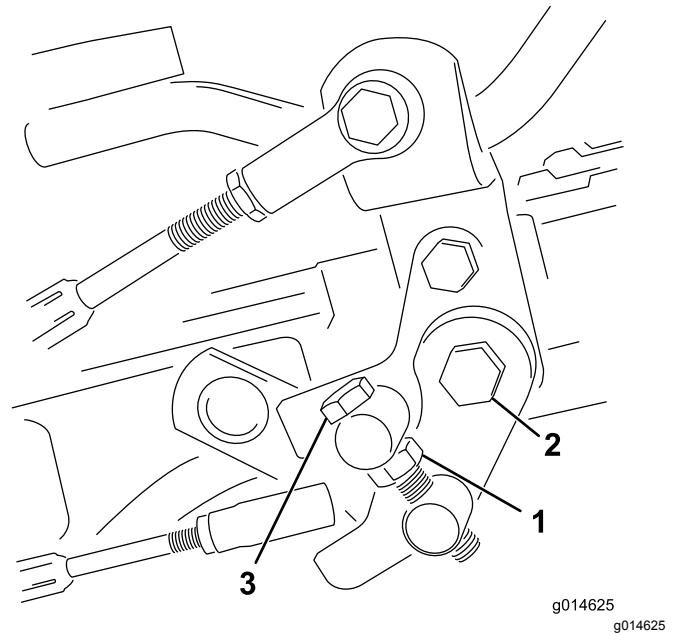

Bild 51
1. Lösen Sie die Klemmmutter an der Drehzapfenkopfschraube (Bild 51).
4. Ziehen Sie die Klemmmutter an der Drehzapfenkopfschraube und die Mutter am Pedalgelenk fest, um die Einstellung zu arretieren (Bild 51). Prüfen Sie die Einstellung und nehmen Sie ggf. eine weitere Einstellung vor.